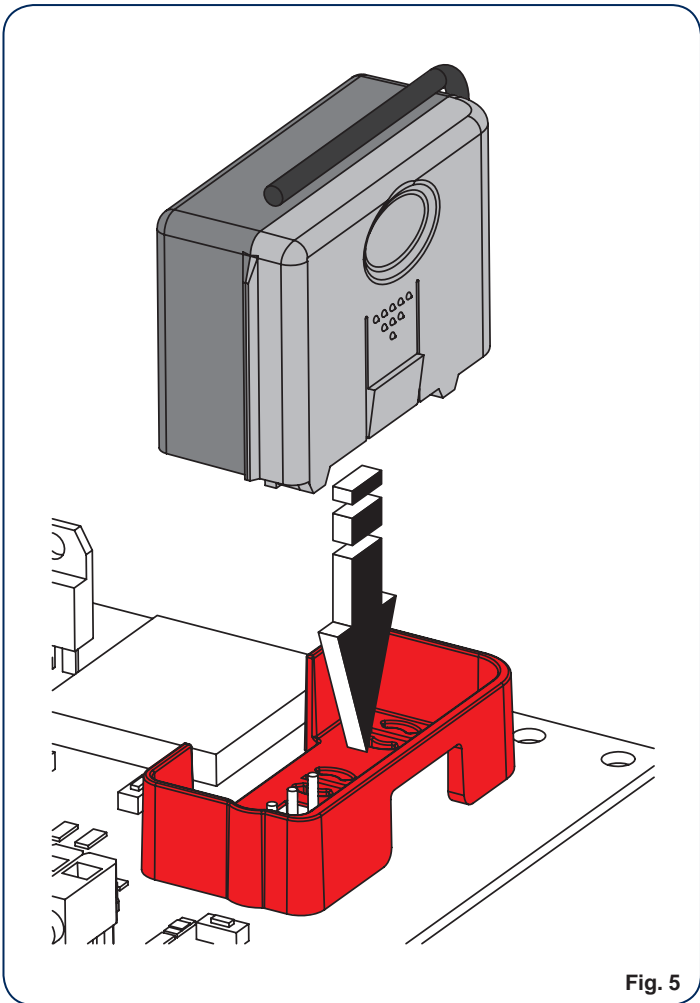

Fig. 5
6. INSERIMENTO MODULO RICEVITORE (Fig. 5)	pag.4